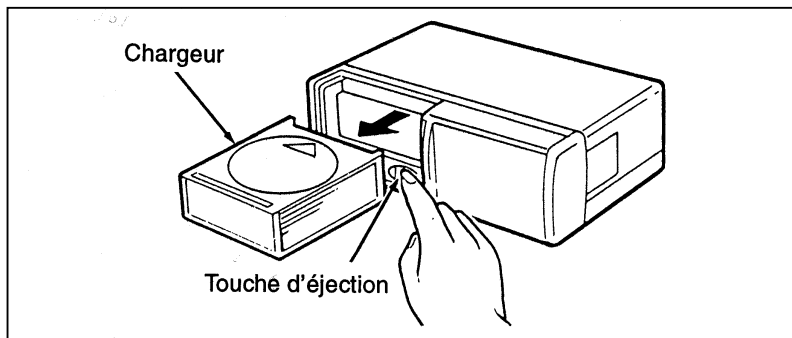

Figure 2
2. Appuyez sur la touche «▲» pour éjecter le chargeur de disques (contient 6 disques) (figure 2).